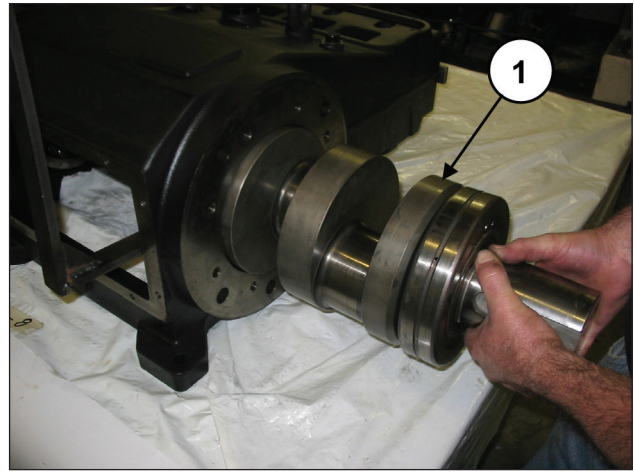
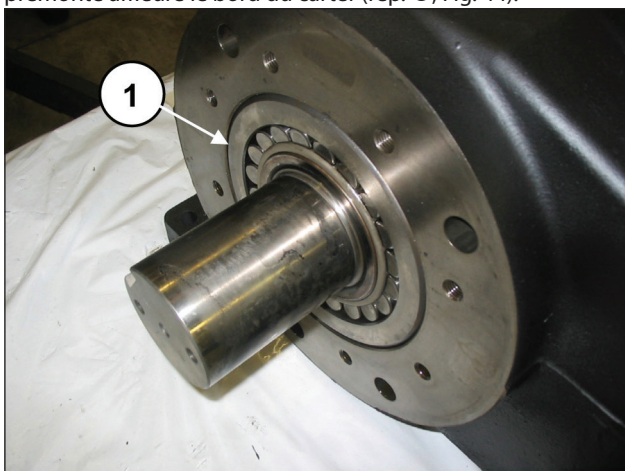

Fig. 30
Fig. 44
Extraire le vilebrequin et le roulement (rep. ①, Fig. 30).
Monter l'arbre (rep. ①, Fig. 30) jusqu'à ce que le roulement prémonté affleure le bord du carter (rep. ①, Fig. 44).